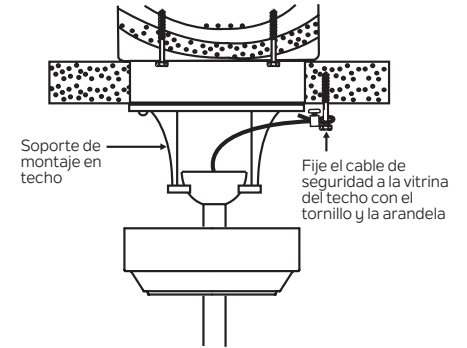

Fig. 11
Paso 1. Fije el tornillo de madera y las arandelas suministrados a la vigueta del techo junto al soporte de montaje, pero no apriete. (Fig. 11)